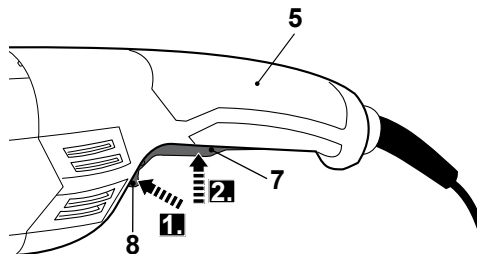

Fig. 17
> Desplace hacia delante el botón de bloqueo (8) y manténgalo en esa posición (Fig. 17, paso 1).
> Presione el interruptor de Encendido/Apagado (7) para encender el producto (Fig. 17, paso 2).